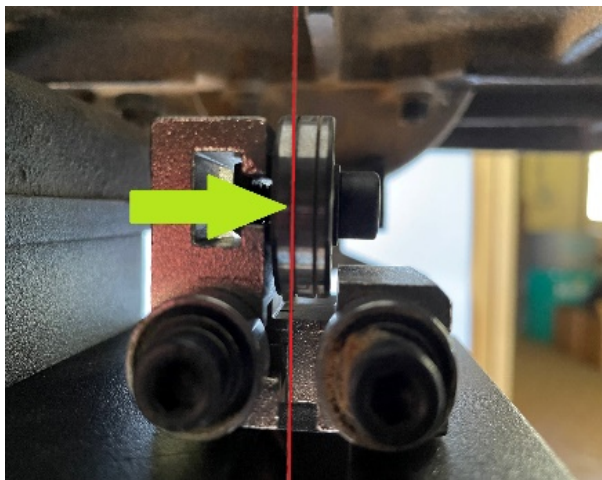
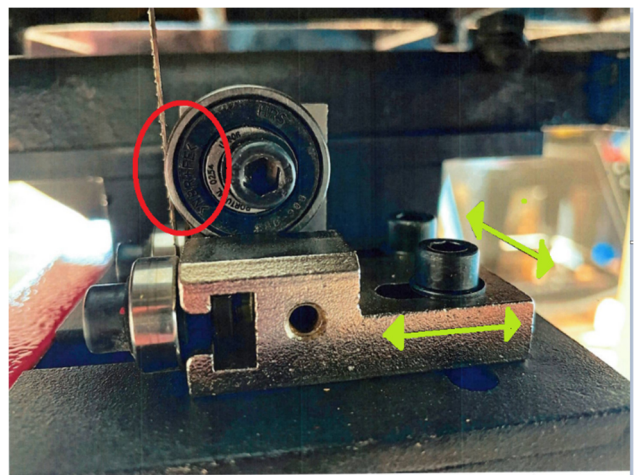

Figure 23
Figure 24
- Déplacer le guide de manière à ce que la rainure de gauche soit alignée au ruban (Fig 23), et simultanément, avancer le guide jusqu'à ce que le ruban entre dans la rainure. (Fig 24).